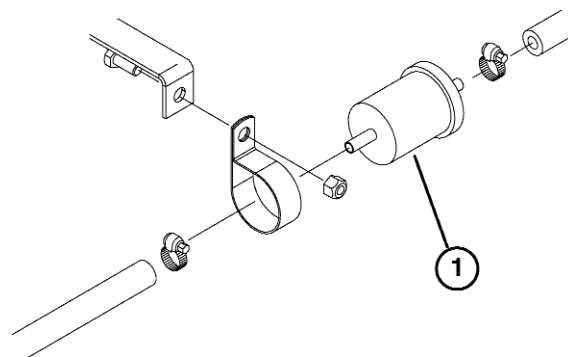

Figure 27
Le préfiltre à carburant (Fig. 27) est monté entre le réservoir de carburant et la pompe d'alimentation.
1. Serrez l'extrémité des deux conduites d'alimentation raccordées au filtre pour que le carburant ne s'écoule pas quand vous débranchez les conduits (Fig. 27).